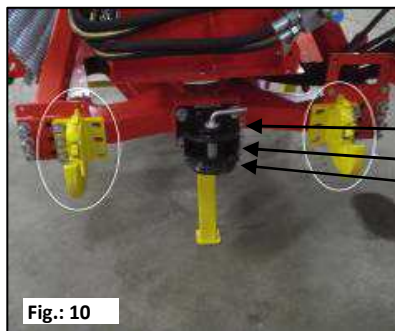

Fig.: 10
- suportul barei inferioare (Fig.: 10)